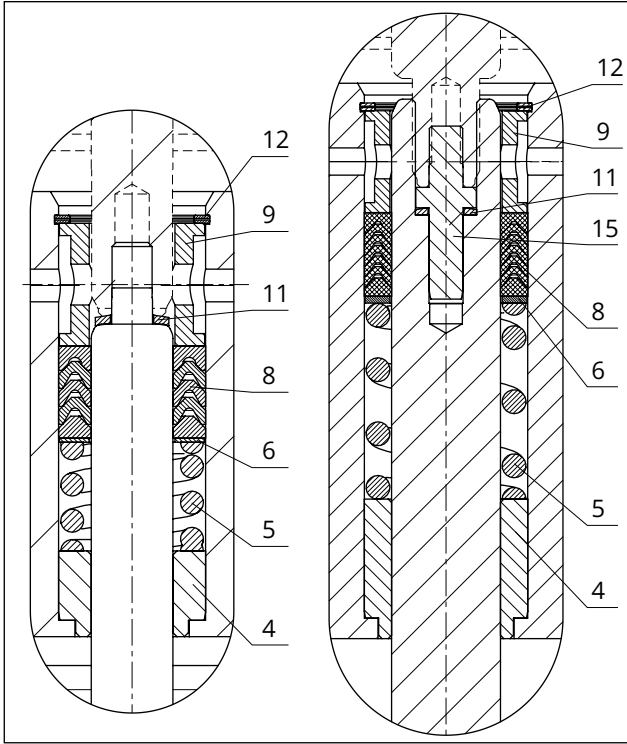
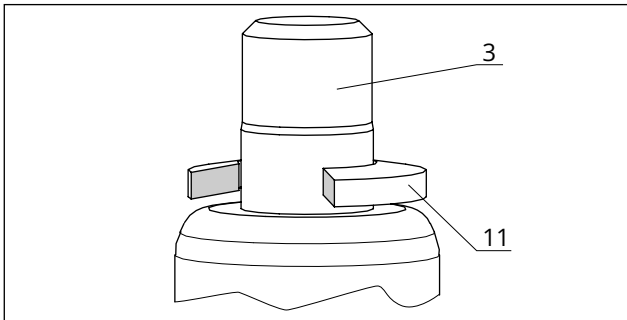

Fig. 12 : Garniture de presse-étoupe : à gauche pour DN 15 à 50 · à droite pour DN 65 à 80
Fig. 13 : Orientation de la rondelle de sécurité
1. Dévisser les vis (10) du chapeau de vanne (7).
2. Retirer le servomoteur, la bride (14), le chapeau de vanne (7) et le clapet avec tige (3) du corps (1).
4. Dévisser le chapeau de vanne (7) du socle du servomoteur.
5. Dévisser la tige de clapet (3) de la tige de servomoteur.
6. Dégager le clapet avec tige (3) du chapeau de vanne (7).
9. Enduire toutes les pièces du presse-étoupe ainsi que la tige de clapet (3) avec un lubrifiant approprié.
10. S'assurer que la douille de guidage (4) et l'entretoise (9) reposent correctement dans le logement du chapeau de vanne (7).
11. Insérer le presse-étoupe dans le logement du presse-étoupe. Veiller à les remonter dans le bon ordre, cf. Fig. 12.
12. Placer le circlip (12) sur les presse-étoupes.
13. Comprimer la garniture de presse-étoupe à l'aide d'un outil approprié jusqu'à ce que le circlip (12) repose dans la rainure du chapeau de vanne (7).
14. Insérer la rondelle de sécurité (11) depuis le haut sur la tige de clapet (3). Veiller à un alignement correct, voir Fig. 13.
15. Faire glisser la tige de clapet (3) avec précaution dans le chapeau de vanne (7).
17. Visser la tige de clapet (3) sur la tige de servomoteur. Respecter les couples de serrage prescrits.
18. Enduire le filetage du chapeau de vanne (7) de graisse appropriée.
19. Visser le chapeau de vanne (7) jusqu'à la butée métallique dans le socle du servomoteur. Respecter les couples de serrage prescrits.
20. Placer le servomoteur, le chapeau de vanne (7), la bride (14) et le clapet avec la tige de clapet (3) prudemment sur le corps (1).
4. Dévisser complètement le siège (4) à l'aide d'un outil approprié, cf. chap. 15.3.
6. Visser le siège (4) en respectant le couple de serrage prescrit. Respecter les couples de serrage prescrits.
7. Dévisser le chapeau de vanne (7) du socle du servomoteur.
8. Dévisser la tige de clapet (3) de la tige de servomoteur.
9. Dégager le clapet avec tige (3) du chapeau de vanne (7).
11. Enduire toutes les pièces du presse-étoupe ainsi que la tige de clapet (3) neuve avec un lubrifiant approprié. SAMSON recommande de remplacer à cette occasion la garniture de presse-étoupe, voir chap. 9.4.2.
12. S'assurer que la douille de guidage (4) et l'entretoise (9) reposent correctement dans le logement du chapeau de vanne (7).
13. Insérer le presse-étoupe dans le logement du presse-étoupe. Veiller à les remonter dans le bon ordre, cf. Fig. 12.
14. Placer le circlip (12) sur les presse-étoupes.
15. Comprimer la garniture de presse-étoupe à l'aide d'un outil approprié jusqu'à ce que le circlip (12) repose dans la rainure du chapeau de vanne (7).
16. Insérer la rondelle de sécurité (11) depuis le haut sur la nouvelle tige de clapet (3). Veiller à un alignement correct, voir Fig. 13.
17. Faire glisser la nouvelle tige de clapet et le clapet (3) avec précaution dans le chapeau de vanne (7).
19. Visser la tige de clapet (3) sur la tige de servomoteur. Respecter les couples de serrage prescrits.
20. Enduire le filetage du chapeau de vanne (7) de graisse appropriée.